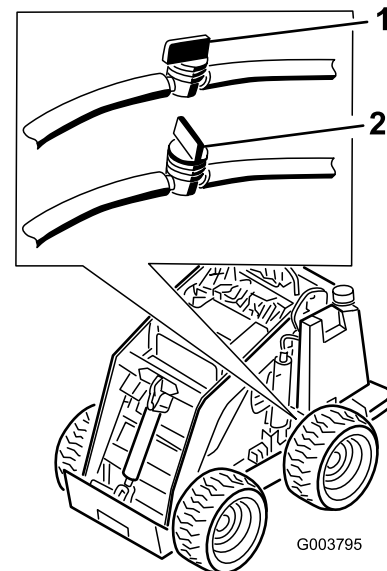

Bild 34
3. Schließen Sie den Kraftstoffhahn unten am Kraftstofftank (Bild 34).
10. Öffnen Sie den Kraftstoffhahn unten am Kraftstofftank (Bild 34).
11. Öffnen Sie die Kraftstoffhähne im Schlauch unten am Kraftstofftank, siehe Bild 34.